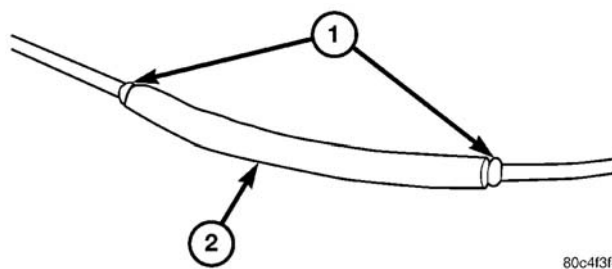

图 17 热缩管
- (6) 将热缩管对准接头中心，用热风枪加热。加热接头直至热缩管密封紧密且密封剂从管子的两端溢出（图 17）。